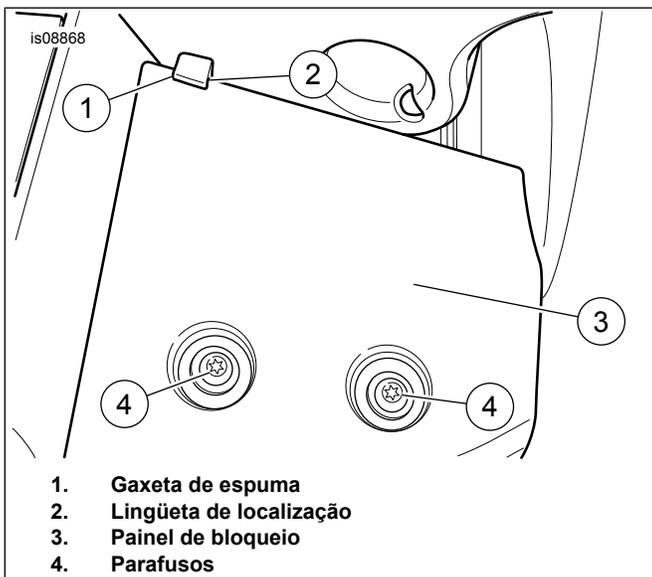

Figura 9. Painel de bloqueio e espuma da guia de posicionamento
10. Consulte Figura 9. Dobre um pedaço da gaxeta cortada (1) sobre a guia de posicionamento (2) do painel de bloqueio. Instale o painel (3). Aplique uma gota de Loctite 243 azul nas roscas limpas do parafuso (4). Instale os parafusos. Aperte com torque de 7,3–8,4 N·m (65–75 in·lbs).